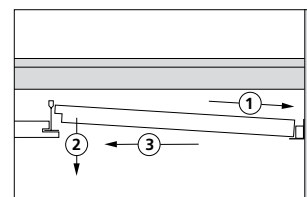

Fig. D2
Ved væg ilægges kantfjeder som vist på fig. D2. Rockfon pladen trykkes ind mod fjederen, sænkes ned på trinskinen ① og slippes, ② hvorved den ③ glider frem og danner en tæt samling. Hvor der er plads, kan fjeder monteres fra næstsidsste række plader, der så ilægges sidst.